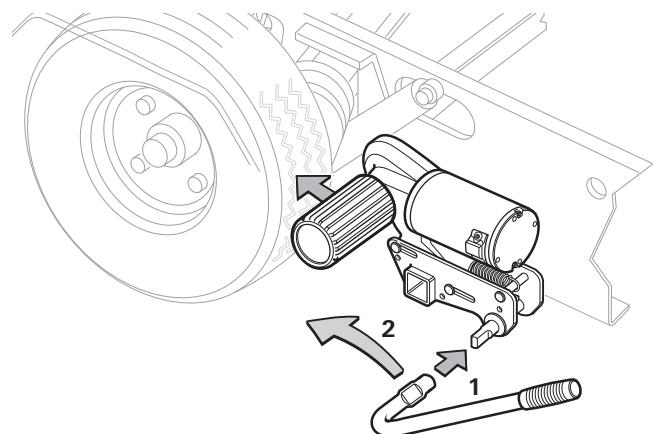
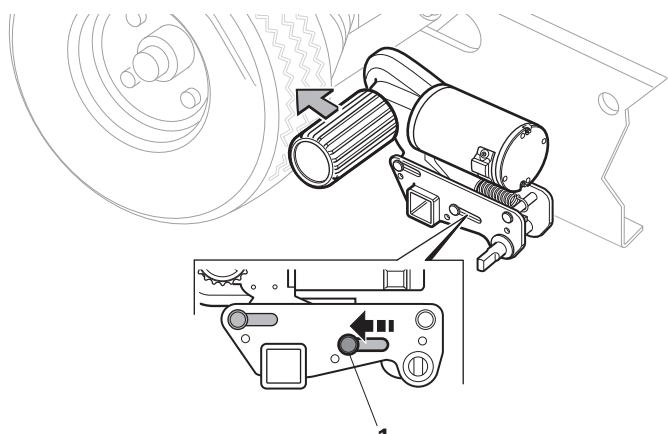

Bild 4
Bild 5
- Den Anschwenkhebel auf die Anschwenkwelle stecken (Bild 4 - 1).
- Anschwenkhebel in Pfeilrichtung (zum Fahrzeuggrad hin) (Bild 4 - 2) drehen bis im Gehäuse der Positionsindikator auf „/“ steht (Bild 5 - 1). In der Endstellung rastet die Antriebeinheit sicher ein und die Antriebsrolle wird ca 20 mm in den Reifen gedrückt. Dies ist auf beiden Seiten vor dem Rangieren zu prüfen.